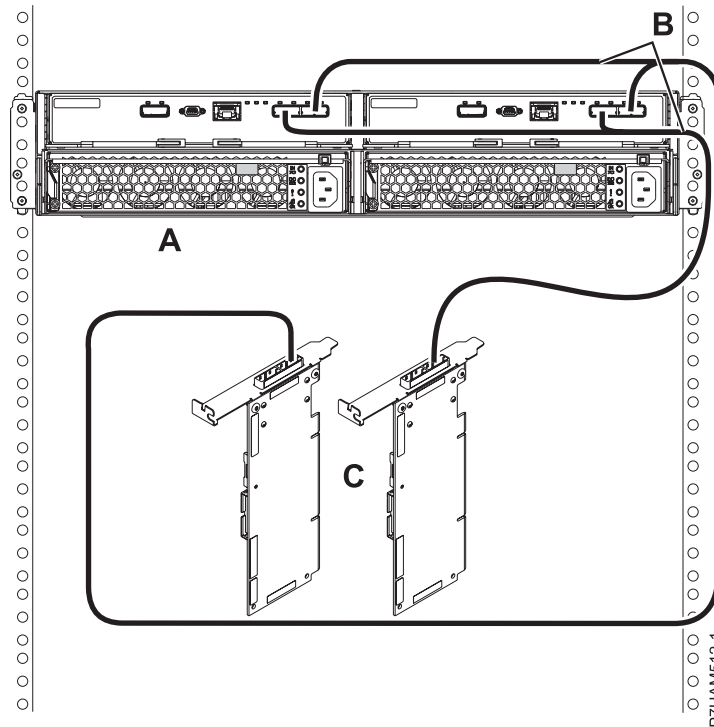

Figure 37. Mode 1 de connexion d'un boîtier d'unité de disque 58/87 via des câbles YO à une paire d'adaptateurs SAS
11. Effectuez la connexion de mode 1 d'un boîtier d'unité de disque 58/87 (A) via des câbles YO (B) vers une paire d'adaptateurs SAS (C), comme illustré dans la figure 37, à la page 75.